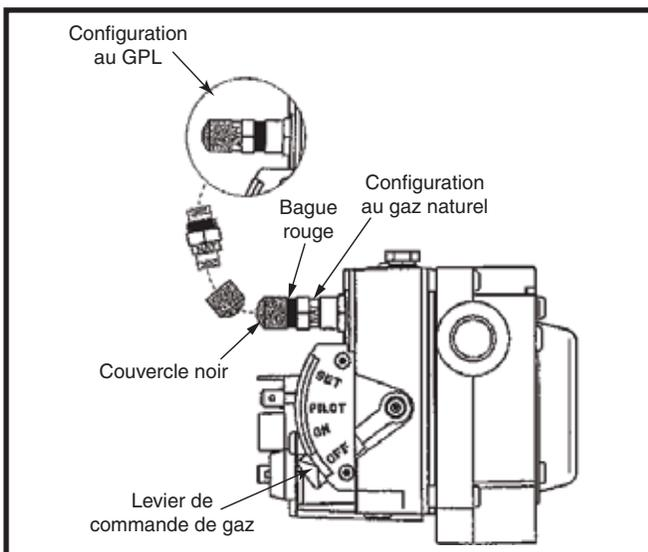

Figure 28. Robinet de gaz Robertshaw
- Un bouchon de 1/8 po NPT pour connexion de jauge est présent sur le robinet de gaz. Consultez la Figure 28 \(page 17\) pour les emplacements.
- a. Retirez le couvercle noir et dévissez le convertisseur situé dans le haut du robinet de gaz. Consultez la Figure 28 \(page 17\).